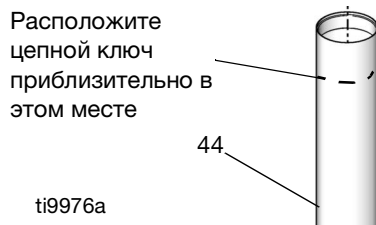
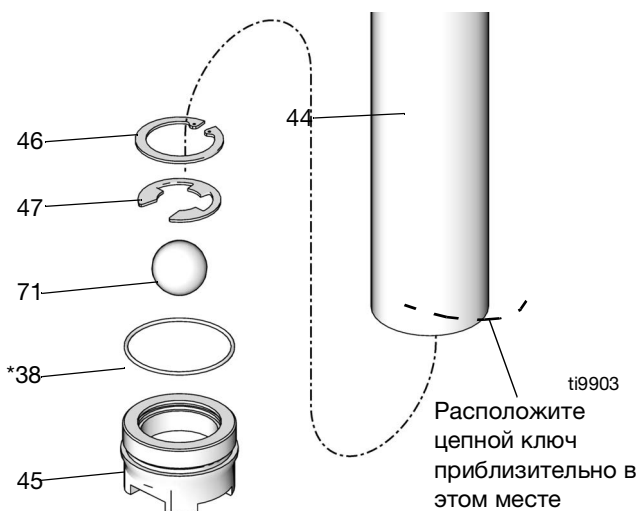

Рис. 16
Рис. 17
2. Приложите цепной ключ к верхней части всасывающего патрубка в месте, обозначенном на Рис. 16, и гаечный ключ к плоским граням нижнего клапана (45), чтобы отсоединить нижний клапан от всасывающего патрубка (44). Чтобы избежать повреждения всасывающего патрубка, не снимайте нижний клапан, пока это не будет указано на этапе 4.
Отсоединяйте всасывающий патрубок очень осторожно, чтобы не согнуть или не повредить его. Во избежание повреждения оборудования цепной ключ следует прикладывать только к верхней и нижней части всасывающего патрубка, как показано на Рис. 16 и Рис. 17. Не прикладывайте ключ к средней части всасывающего патрубка.
3. Не снимая нижний клапан, поддерживающий всасывающий патрубок, приложите цепной ключ к нижней части всасывающего патрубка (44), как указано на Рис. 17, чтобы отсоединить его от корпуса насоса (34).
4. Извлеките нижний клапан в сборе из всасывающего патрубка (44).
5. Снимите стопорное кольцо (46), упорное кольцо (47), шар (71) и уплотнительное кольцо (38*) с нижнего клапана (45). Осмотрите все детали на наличие повреждений. См. Рис. 17.